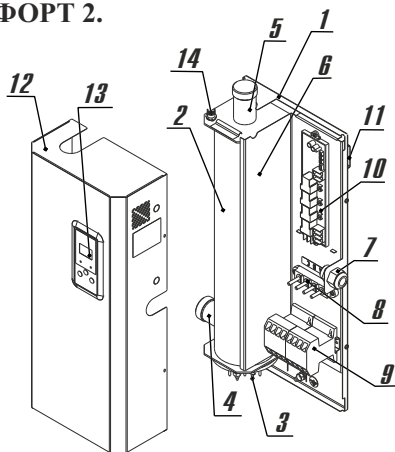
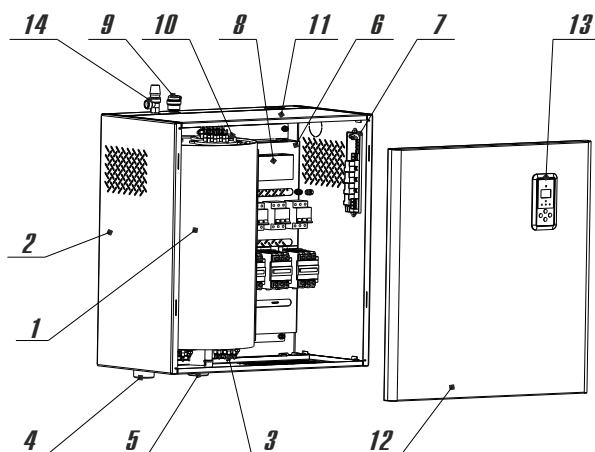

Рисунок 1
Рисунок 1.2
- водонагреватель следует закрепить на стене шурупами через отверстия в кронштейнах на его задней стенке (**рисунок 1**), обеспечив необходимые для обслуживания расстояния до боковых стен и расстояние до пола не менее 550 мм для замены ТЭНБ;
- на моделях ЭВН-К-4,5ЭЗ КОМФОРТ 2, ЭВН-К-6ЭЗ КОМФОРТ 2, ЭВН-К-9ЭЗ КОМФОРТ 2, ЭВН-К-12ЭЗ КОМФОРТ 2, ЭВН-К-15ЭЗ КОМФОРТ 2, ЭВН-К-18ЭЗ КОМФОРТ 2, ЭВН-К-24ЭЗ КОМФОРТ 2, ЭВН-К-30ЭЗ КОМФОРТ 2, ЭВН-К-36ЭЗ КОМФОРТ 2, ЭВН-К-42ЭЗ КОМФОРТ 2, ЭВН-К-48ЭЗ КОМФОРТ 2 снять кожух (12), как показано на **рисунках 1 и 1.1**, предварительно отвернув винты саморезы. Отключить провод с электронной панели управления от коммутационной платы (10), после подключения ЭВН-К к сети собрать в обратной последовательности;
- на моделях ЭВН-К-60ЭЗ КОМФОРТ 2, ЭВН-К-72ЭЗ КОМФОРТ 2, ЭВН-К-84ЭЗ КОМФОРТ 2, ЭВН-К-96ЭЗ КОМФОРТ 2, ЭВН-К-144ЭЗ КОМФОРТ 2 снять съемную крышку (12) котла (**рисунок 1.2**). Для этого плавно приподнять крышку вверх на 4 см, затем потянуть на себя для того, чтобы зацепы крышки вышли из пазов каркаса. Отключить провод с электронной панели управления от коммутационной платы (7), после подключения ЭВН-К к сети собрать в обратной последовательности;
Электронная панель управления и электрическая плата коммутации (**рисунок 1**) управляют работой ЭВН-К в заданном потребителем режиме.